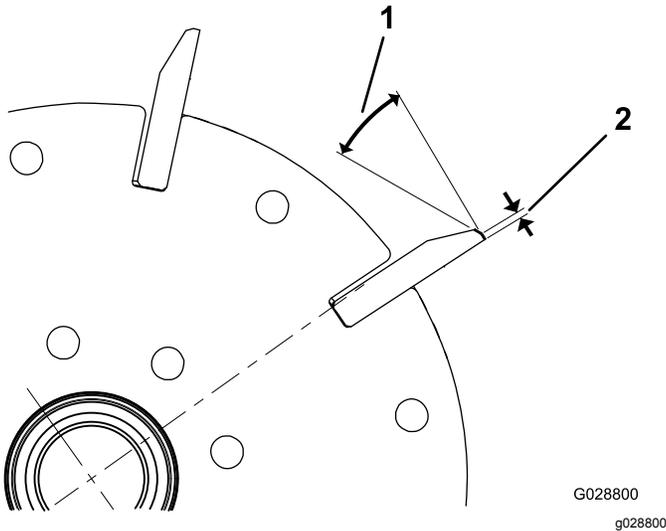

Bild 64
1. Tragen Sie einen Hinterschliff von 30° auf alle Messerspindeln auf, bis die Kante 1,3 mm breit ist (Bild 64).